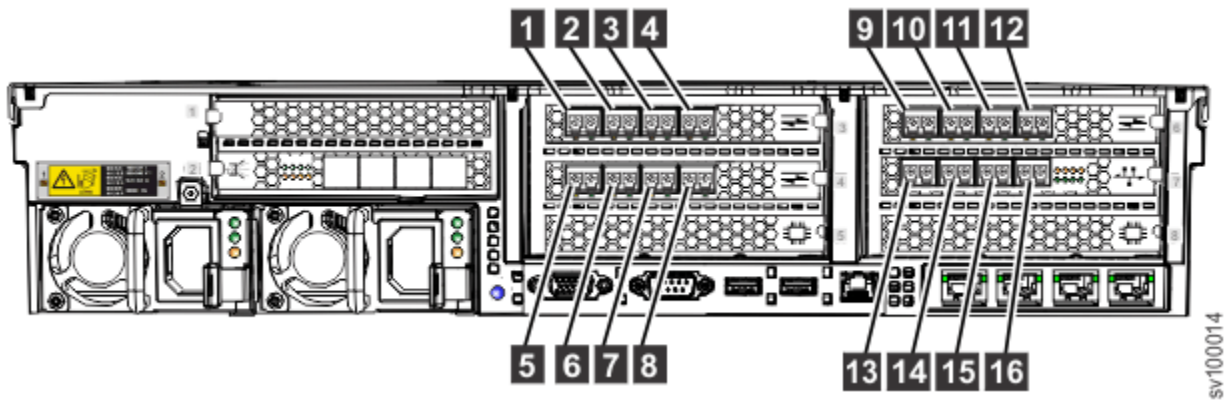

Figure 17. Numéros des ports Fibre Channel dans une configuration standard
La Figure 17, à la page 15 présente les numéros de port Fibre Channel (FC) physiques lorsque la carte Ethernet optique 10 Gbits/s est configurée pour les communications Fibre Channel over Ethernet (FCoE).